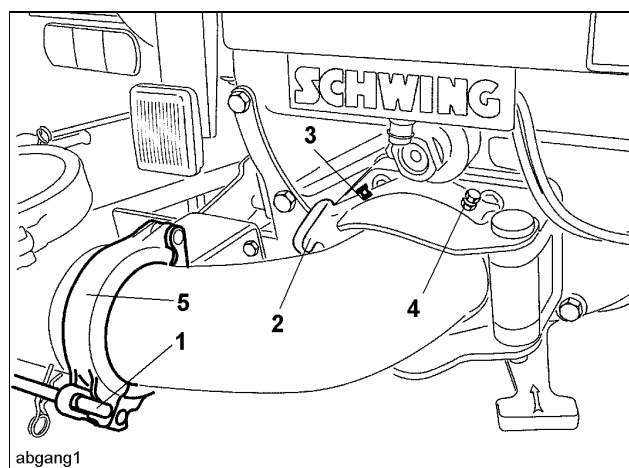

Fig. 1
- Coloque las cuñas 1 y 2 (Fig. 1) y fíjelas introduciéndolas a golpes.